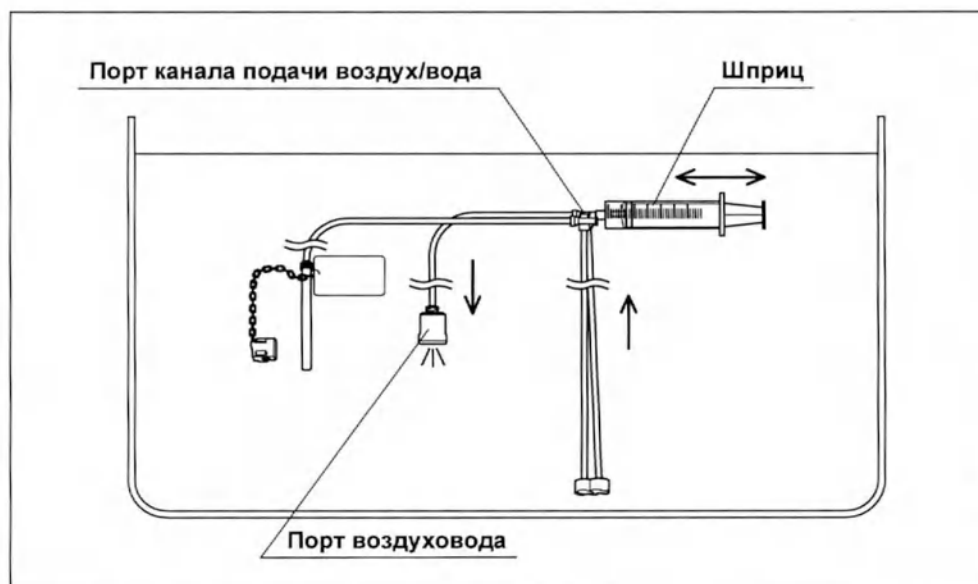

Рис. 6.18
- 4 Полностью погрузив шприц и инъекционную трубку в воду, медленно оттяните поршень шприца, чтобы заполнить шприц водой. Затем надавите на поршень, чтобы промыть канал подачи воздух/вода инъекционной трубки 30 мл воды. (см. рис. 6.18)